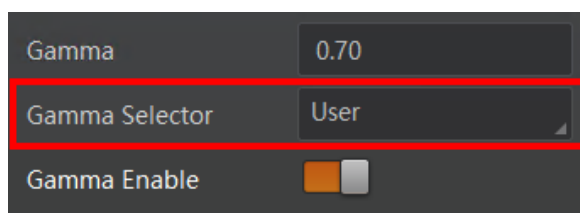

图7-31 User 模式
3. 在 *Gamma* 参数中输入需要设置的数值，如图 7-31 所示，参数范围为 0~4。